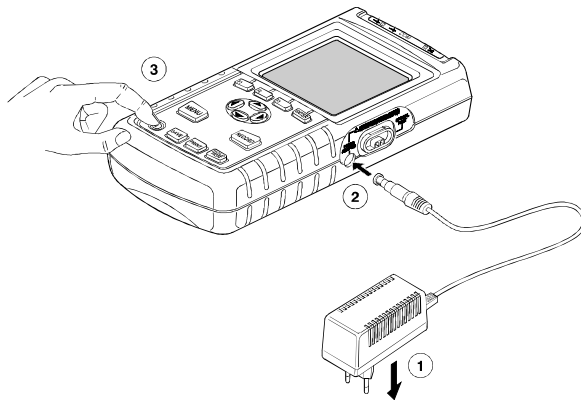

图 2. Fluke 43B 接通电源
- 2 将外接电源电线接到 Fluke 43B (见图 2)。